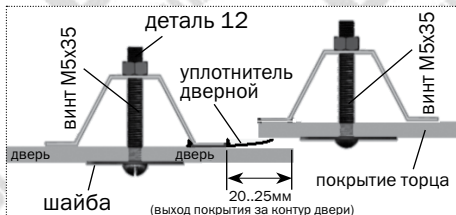

Рис.20
6. Установите накладку торцевую **16** на покрытие торца и закрепите ее на детали **5** через покрытие (рис.20 и рис.24). Под деталью **16** находится стык кусков покрытия торца.